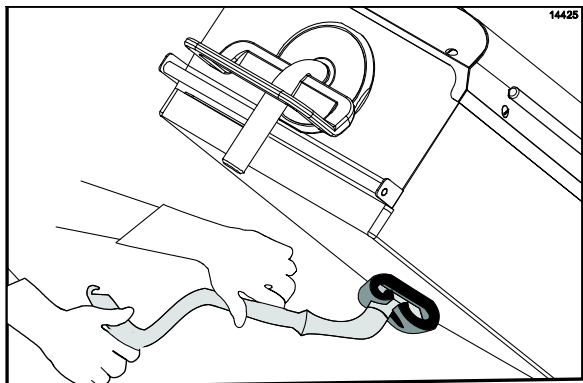

图 97
24. 擦拭煎板表面，先擦拭右煎板，然后擦拭左煎板。（请见图 97）